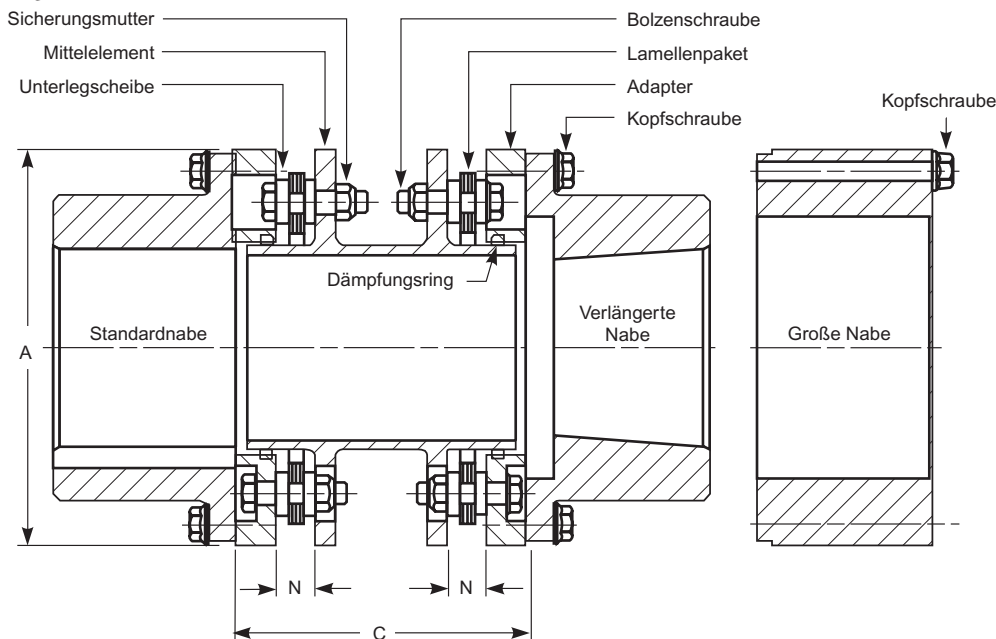

Abbildung 3 - Thomas Serie 71 Komponenten im Querschnitt
- 2.6. Gemäß ATEX muss das Kupplungsgehäuse einen radialen Abstand von mindestens 12,7 mm zum Außendurchmesser "A" der Kupplung haben und eine ausreichende Belüftung ermöglichen (siehe Abbildung 3 und Tabelle 3).